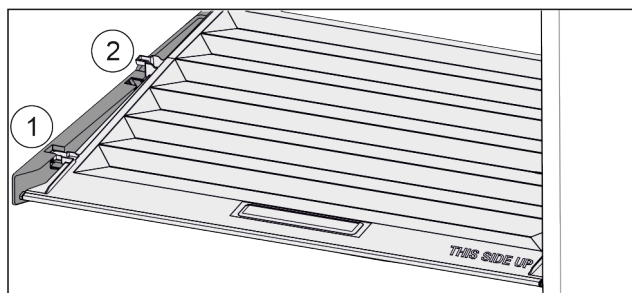

Fig. 157
- ▶ Veko potiahnite dopredu až k otvoru v prídržných dieloch Fig. 157 (1).
- ▶ Vzadu ho nadvihnite zospodu a zložte smerom nahor Fig. 157 (2).